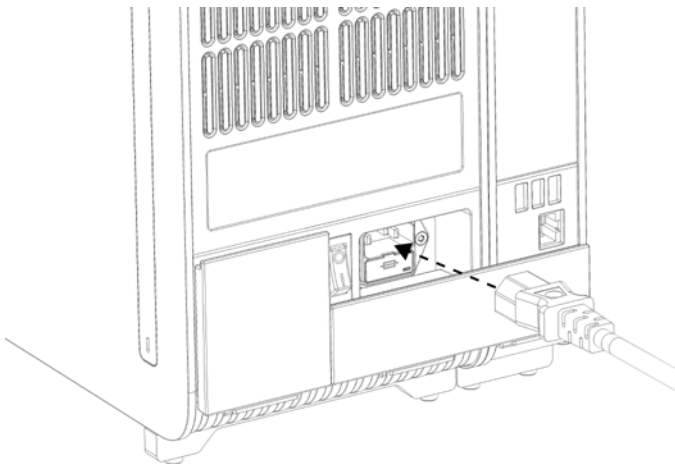

Figura 10. Collegamento del cavo di alimentazione.
7. Collegare il cavo di alimentazione fornito con il QIAstat-Dx Analyzer 1.0 sul retro del modulo analitico (Figura 10).